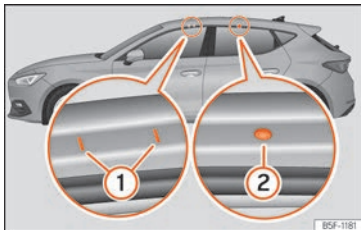

Fig. 145 Puntos de fijación de las barras longitudinales para el portaequipajes del techo (Leon).
Los puntos de fijación delanteros y traseros ① y ② sólo pueden verse con las puertas abiertas >>> **fig. 145**.